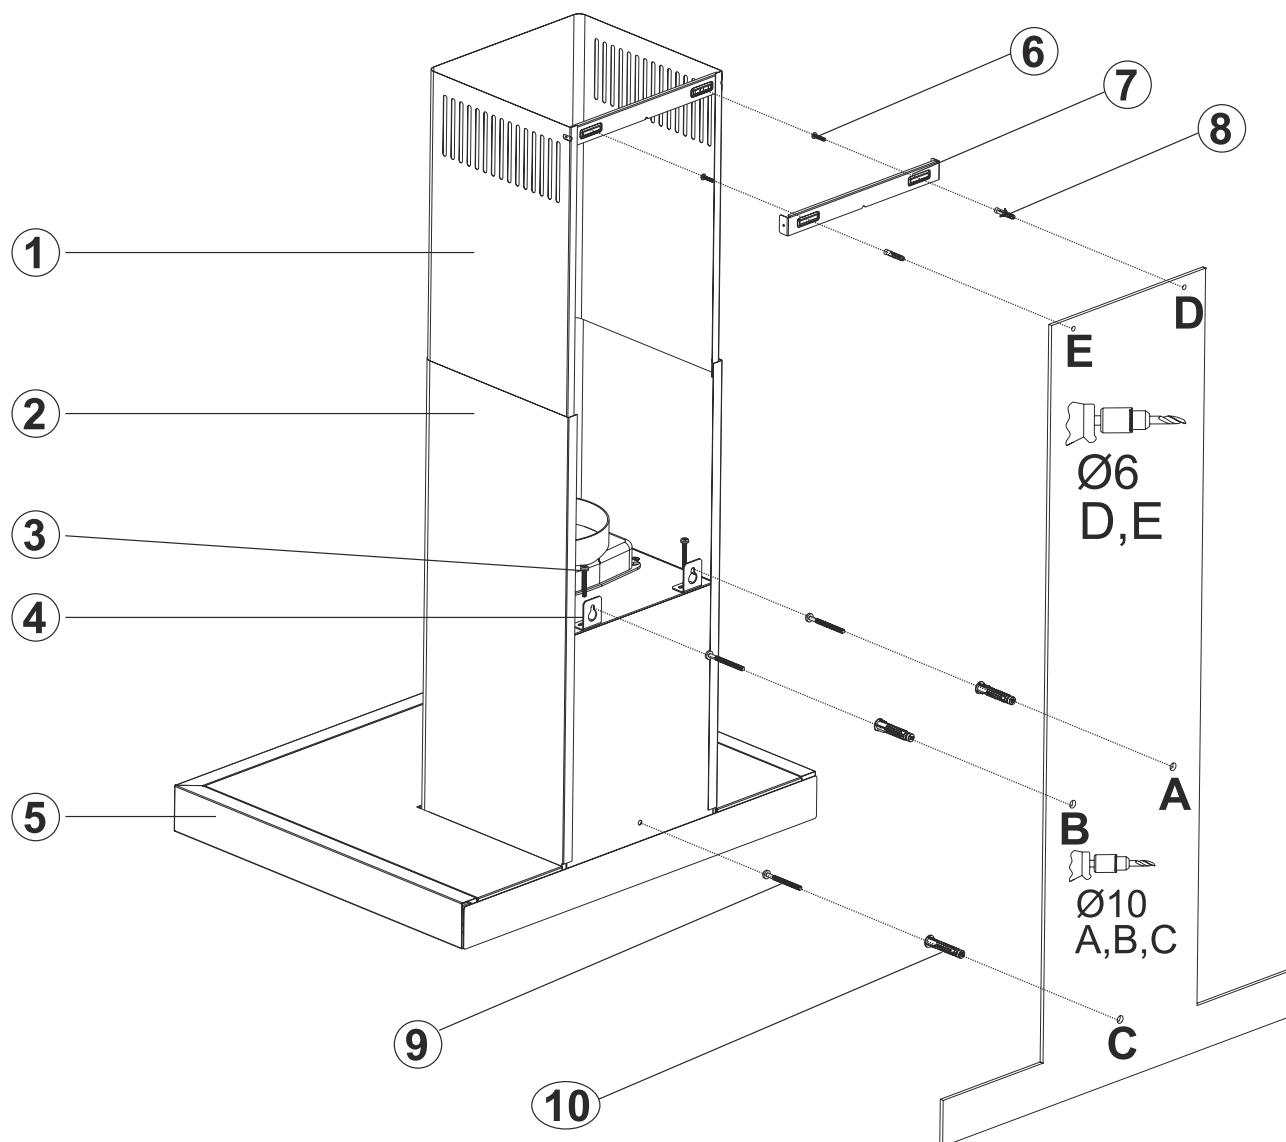

Fig. 10
2. ➤ Fäst monteringsritningen på väggen vid önskad höjd på fläkten i förhållande till spishällen (följ våra höjdrekommendationer). Markera punkterna A, B, C och D (Fig. 10).
3. ➤ Sätt nu in Ø10mm pluggar i hålen A, B & C. Skruva fast skruvarna på punkterna A + B och lämna ett avstånd på 5 mm mellan skruvhuvud och vägg (Fig. 10).
4. ➤ Montera upphängningsbeslagen på fläkten med de medföljande M5x35-skruvarna (Fig. 10).